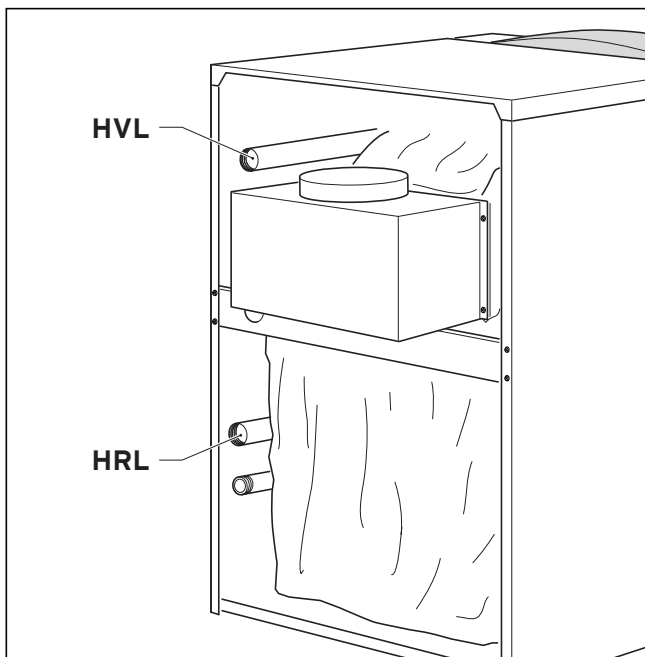

Abb. 4.1 Heizungsseitiger Anschluss
- Installieren Sie den Heizungs- (HVL) und -rücklauf (HRL) entsprechend den Angaben in Abb. 4.1.